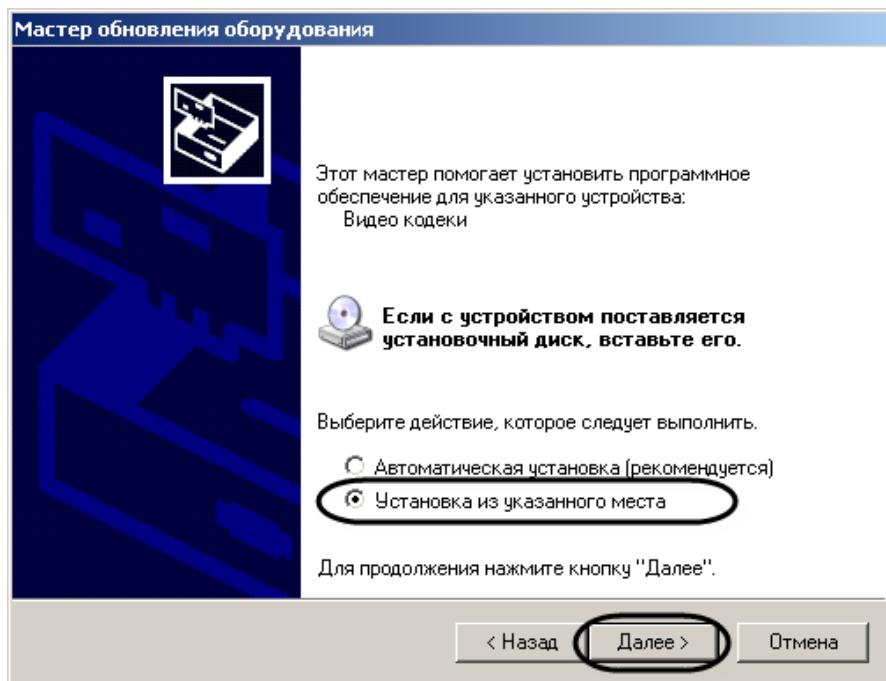

Рис. 2.1—9 Выбор переключателя «Установка из указанного места»
3. Выбрать пункт «Установка из указанного места», нажать кнопку «Далее» (Рис. 2.1—9).
4. В окне параметров поиска установить флажок «Включить следующее место поиска», нажать кнопку «Обзор». В окне «Обзор папок» указать путь к папке, содержащей драйвер для платы, и нажать кнопку «OK». (Рис. 2.1—10).